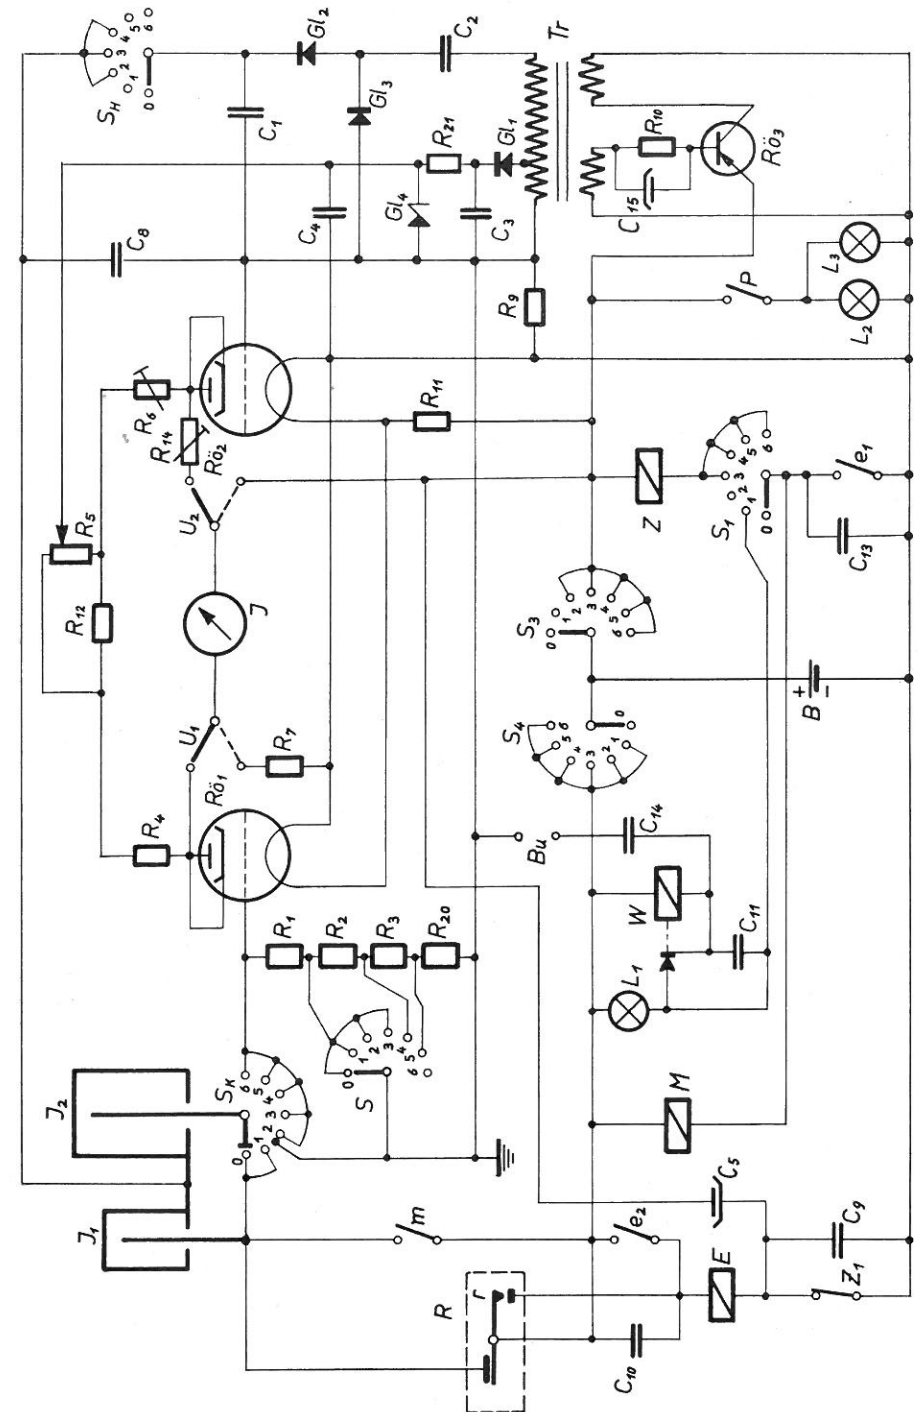
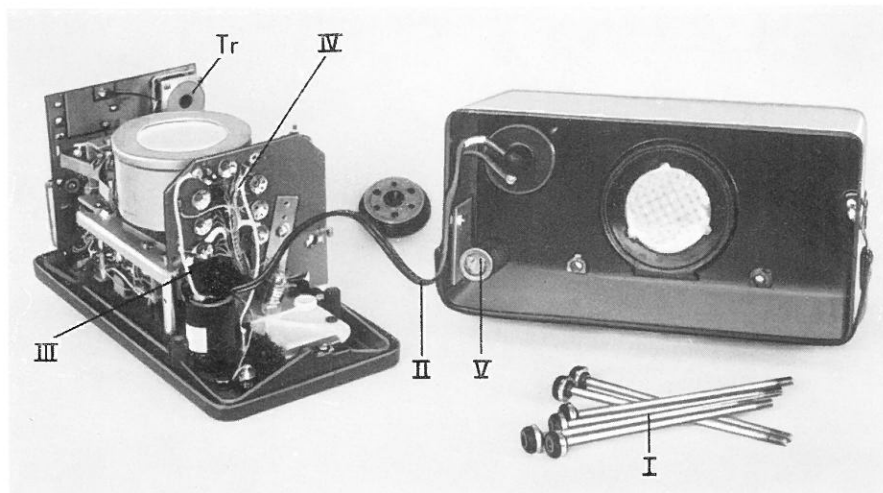
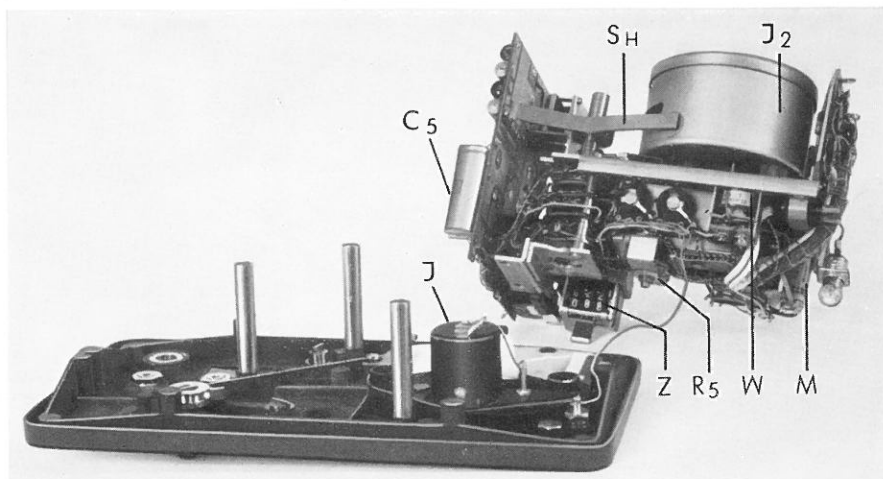

Abb. 13 Vollständiger Schaltplan
Abb. 14 Gerät und Gehäuse
Abb. 15 Geräteaufbau und Frontplatte
Die Abb. 13 gibt den vollständigen Schaltungsverlauf des Strahlenspürgerätes wieder. Außer den in den Abbildungen 9 bis 12 angegebenen Bauelementen sind hier u. a. noch einige Kondensatoren zur Funkenlöschung an den Relaiskontakten vorhanden.
Weiterhin sieht man, daß das Instrument J mittels des doppelpoligen Umschalters U_1 , U_2 über den Widerstand R_7 an die Batterie B gelegt werden kann, wenn sich der Hauptschalter auf der Stellung „C“ (= Stellung 2 in Abb. 13) befindet. Das Instrument J dient hierbei als Spannungsmesser für die Batteriespannung.
Die Abb. 14 und 15 zeigen den Innenaufbau des Strahlenspürgerätes. Die Bezeichnungen der elektrischen Bauelemente stimmen mit denen des Gesamtschaltplanes (Abb. 13) überein.
Das Gehäuse ist mit 6 Befestigungsschrauben (I in Abb. 14) an der Frontplatte angeschraubt. Eine Steckverbindung (III) erlaubt eine leichte Trennung des Batteriekabels (II) vom Gerät. Die Lötösenplatte (IV) ist so ausgebildet, daß an sie ein Spezialprüfgerät zur Kontrolle der elektrischen Funktion des Gerätes angeschlossen werden kann.
Der Geräteaufbau läßt sich nach Lösen einiger Schrauben leicht von der Frontplatte entfernen (Abb. 15). Eine Trockenpatrone (V in Abb. 14) dient zur Beseitigung von Luftfeuchtigkeit im Gerät.